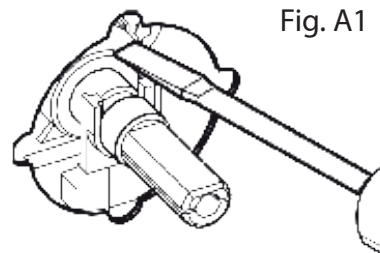

Fig. A1
2. Ta bort vredet på gaskranen. För in en skruvmejsel antingen i slutet av kranen eller i skruven. (Fig. A1, A2, C2 DUAL).